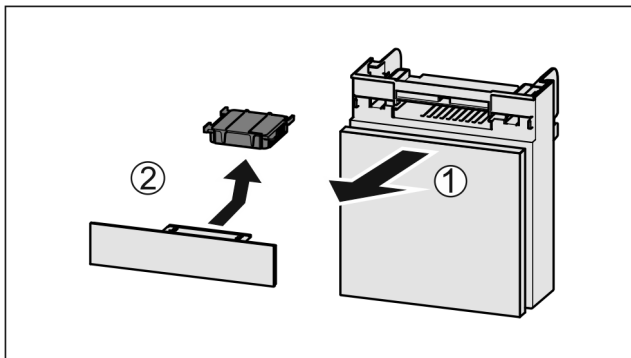

Fig. 81
- ▶ Dra ut Fig. 81 (1) lådan framåt.
- ▶ Ta ut Fig. 81 (2) aktivtkolfiltret.